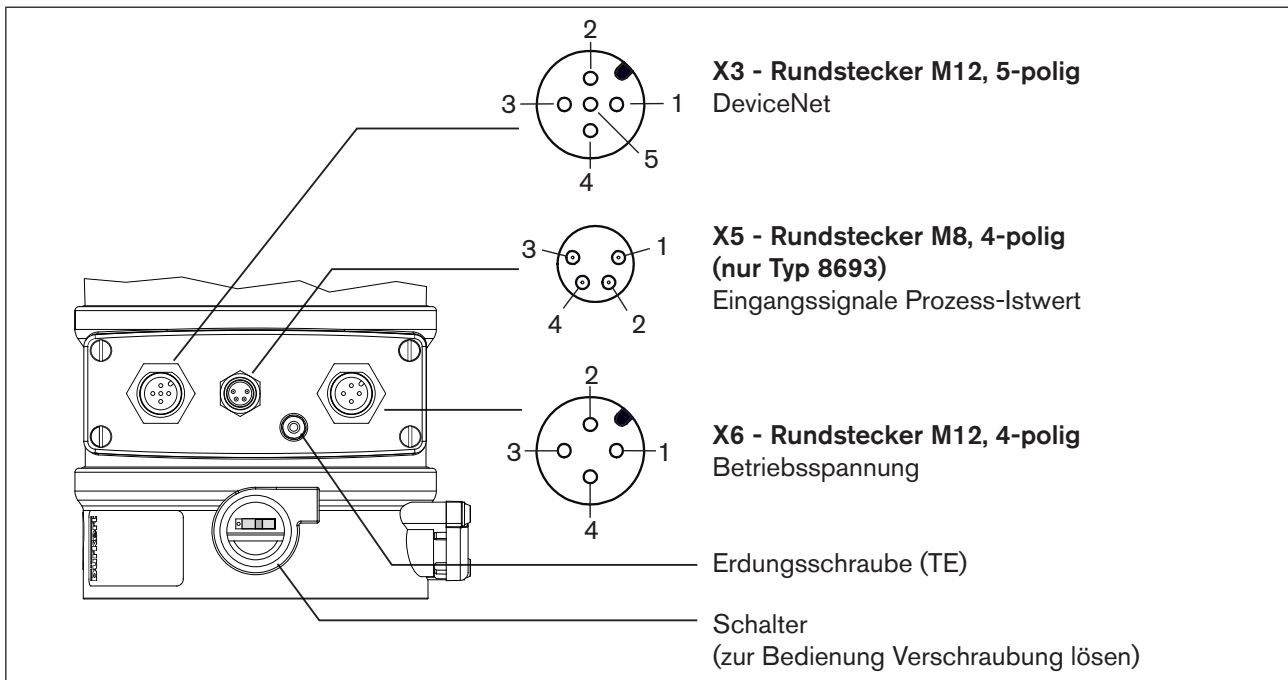

Bild 132: Elektrischer Anschluss DeviceNet, Typ 8692/8693
Zum Anschluss der Technischen Erde befindet sich am elektrischen Anschlussgehäuse ein Gewindestift mit Mutter. (siehe „Bild 132: Elektrischer Anschluss DeviceNet, Typ 8692/8693“).
* Über Software einstellbar (siehe Kapitel „24.2.1 PV-INPUT – Signalart für den Prozess-Istwert festlegen“). ** Die angegebenen Aderfarben beziehen sich auf das als Zubehör erhältliche Anschlusskabel mit der ID-Nr. 92903474. *** Der Schalter befindet sich unter der Verschraubung siehe „Bild 132: Elektrischer Anschluss DeviceNet, Typ 8692/8693“.